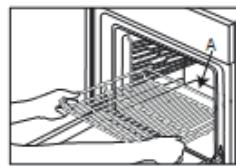
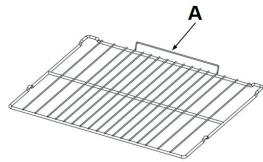

Abb. 1A
Abb. 1B
1. Schieben Sie den Rost mit dem erhöhten Teil "A" nach oben zeigend waagerecht ein (Abb. 1A, Abb. 1B).